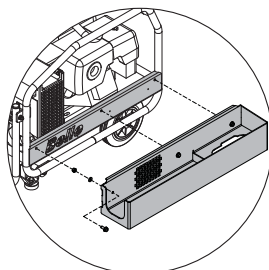

Bild 5
1. Passa in de 3 x hålen på verktygsfackets sida med de 3 x hålen i det vänstra sidoskyddet. Säkra verktygsfacket i stommen med de 3 x M8 bultarna, muttrarna och brickorna som ingår i satsen. Dra åt med 28Nm (**se bild 5**)